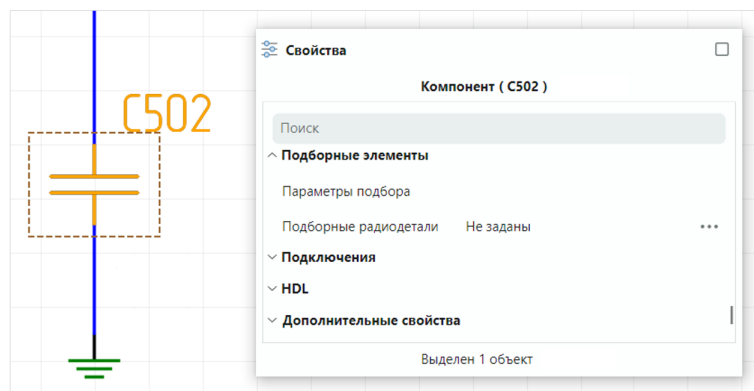

Рис. 89 Отображение раздела «Подборные элементы» в свойствах
Для радиодеталей, относящихся к семействам: конденсаторы (С), дроссели (L) и резисторы (R), доступна дополнительная категория свойств – «Подборные элементы», см. Рис. 89.